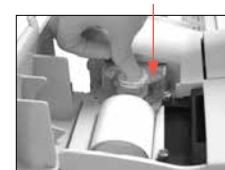

Abb. 2: Setzen Sie den neuen Pumpeneinsatz ein und drücken Sie die Pumpenwalze herunter
5. Positionieren Sie den neuen Schlauchpumpeneinsatz mit nach unten gerichteten Stutzen neben den Pumpenmotor. Drehen Sie die Motorachse per Hand soweit, dass sie mit der Keilnut der Pumpenrolle abschließt. Richten Sie dann den Pumpeneinsatz mit der Motorachse aus und drücken Sie den Einsatz kräftig herunter, bis er richtig fest im Gehäuse sitzt (Abb. 2).
6. Drücken Sie die Walze des Pumpeneinsatzes herunter, bis sie fest auf der Achse des Pumpenmotors sitzt (Abb. 2).